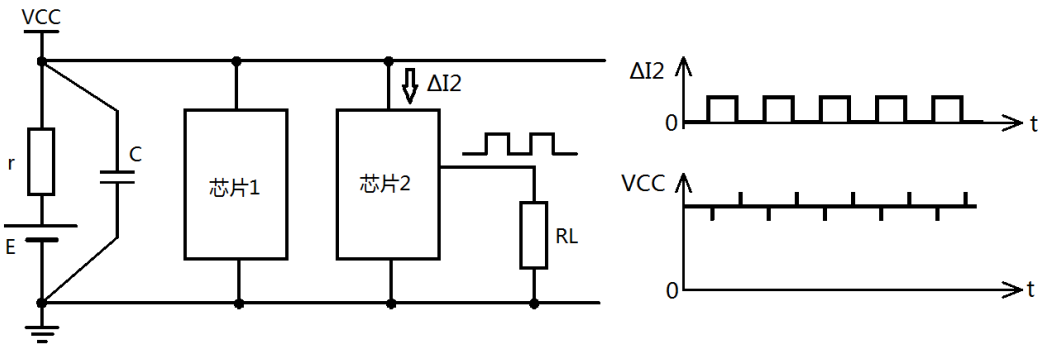

图 1.12 电源线耦合干扰原理
- 1) 如图 1.12 所示，电源给多个芯片供电。芯片 2 为数字芯片，输出方波信号给负载 R_L 。
- 3) 由于滤波电容 C 的稳压作用， ΔV_{CC} 不至于是方波，但是会像图 1.12 右所示的波形，产生毛刺电压（突变电流在 ESR 上的压降）。毛刺的位置对应了芯片 2 输出电流的开关时刻（突变时刻）。
- 4) 城门失火、殃及池鱼，芯片 1 的供电 VCC 不再是恒定直流，而是图 1.12 右所示那样的受到芯片 2 干扰的电源电压，这就是电源线耦合干扰，即芯片 2 通过电源线将干扰传递给了芯片 1。